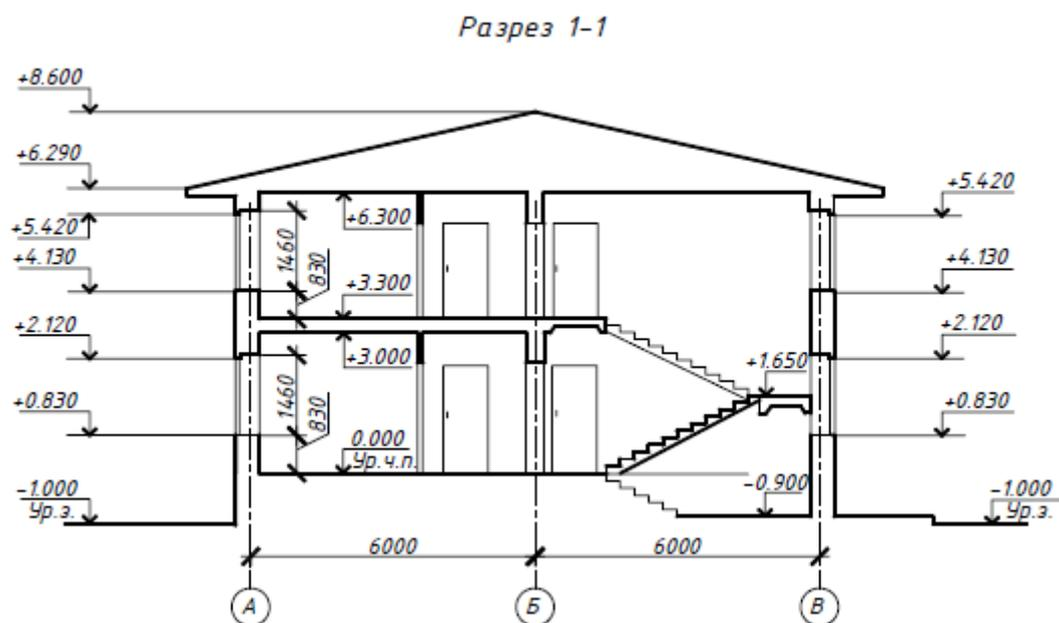

Рис. 87. Контурный разрез здания
- Разрез здания рекомендуется выполнять в следующей последовательности (рис. 87,88).